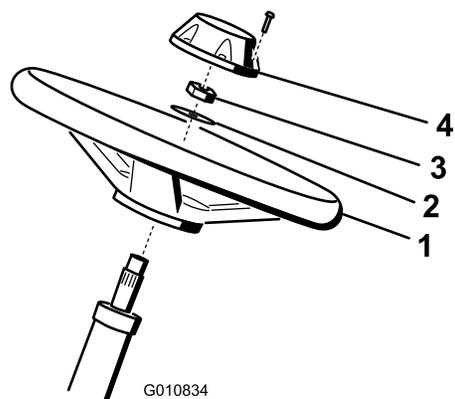

图3
1. 将方向盘滑入转向轴图3。
2. 将垫圈滑入转向轴图3。
4. 将中心盖安装到方向盘上并用螺丝固定图3。